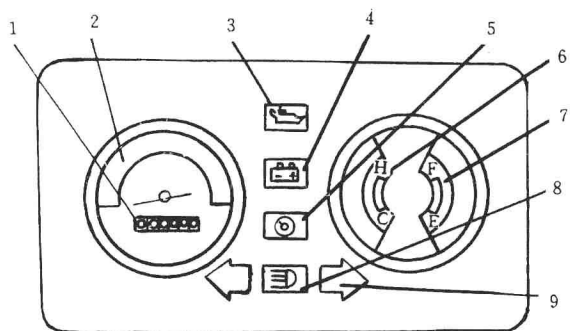

图 1-1 组合仪表
(1) 组合仪表。组合仪表的形状、各仪表的布置随车型的不同而异,但总体布置基本一样。组合仪表如图 1-1 所示。
① 里程表。里程表用于记录汽车行驶过的累计里程,单位为千米。
② 速度表。速度表由其指针指示汽车行驶的瞬时速度,单位为千米/小时。
③ 水温表。水温表指示发动机冷却液的温度,由感应塞来控制仪表指针的偏摆。接通点火开关(ON 位置),仪表指针即可指示冷却液温度。仪表板上“C”刻度线为 40°C ,“H”刻度线为 100°C 。
④ 油量表。油量表指示油箱内燃油